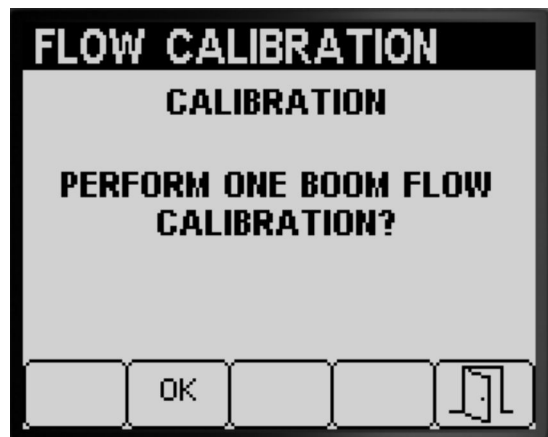

图 59
如果已经完成 3 打药机喷洒臂段校准和 2 打药机喷洒臂段校准 Infocenter 信息中心将提示执行 1 打药机喷洒臂段校准图 59 请执行以下操作中的一项
- 如果不需要执行 1 打药机喷洒段校准请按 5 号按钮返回至 Calibrate校准屏幕图 59。